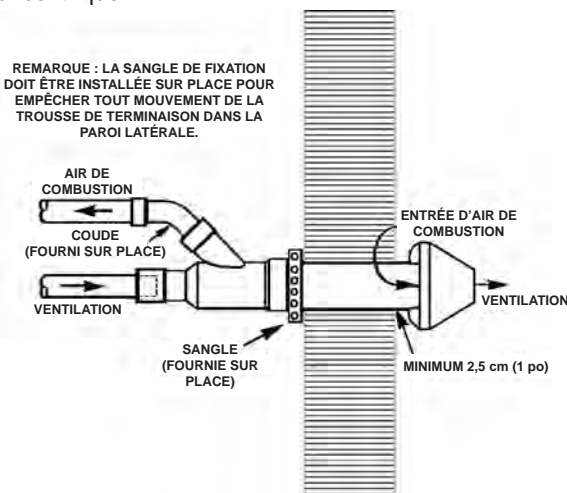

Figure 31. Orientation et fixation d'un tuyau concentrique mural
- S'assurer que le raccord en Y est orienté de telle façon que le côté admission d'air du Y soit sur le dessus. Voir *Figure 31* (page 31).
- Attacher l'ensemble à la structure comme illustré à la *Figure 31* (page 31) à l'aide de bande perforée métallique (non fournie) ou autre matériau de support équivalent.
- Coller les tuyaux d'air de combustion et d'évacuation des gaz brûlés du chauffe-eau à la bouche d'évacuation concentrique. Voir l'orientation et la fixation correctes des tuyaux à la *Figure 31* (page 31).